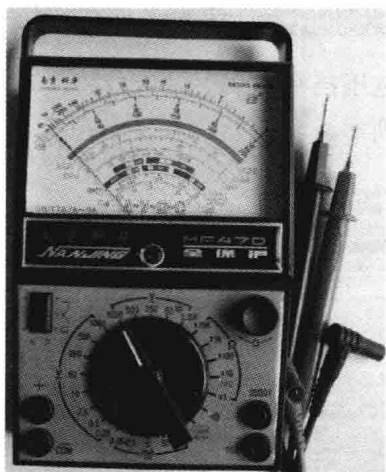

图 3-13 水平放置万用表
(1) 万用表水平放置,机械调零。检查指针是否停在表盘左端的零位,如有偏离,可用小螺丝刀轻轻转动表头上的机械调零旋钮,使指针指零,如图 3-13、图 3-14 所示。